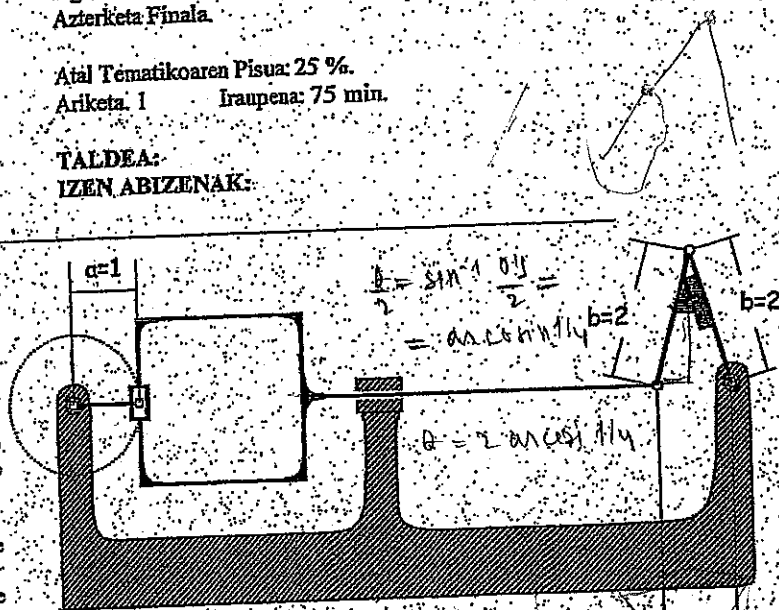
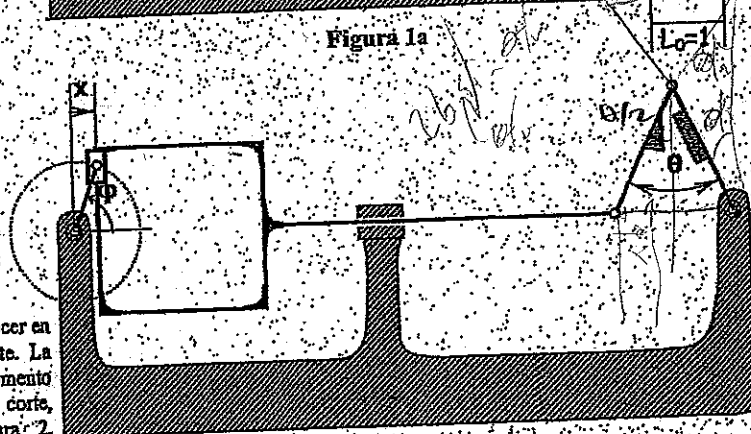

Figura 1a
Figura 1b
En la figura 1 se representa una máquina de corte industrial. En la figura 1a, la máquina se encuentra en su posición de referencia (posición de corte) y aparecen todas las dimensiones representativas de la misma. En la figura 1b aparece una posición genérica en la que se detallan la variable del elemento de entrada φ (coordenada generalizada) y las variables de los elementos de salida x y θ . Se pide:
3. ¿Qué puede decirse sobre la ventaja mecánica del mecanismo en la posición representada en la figura 1a? (1p)